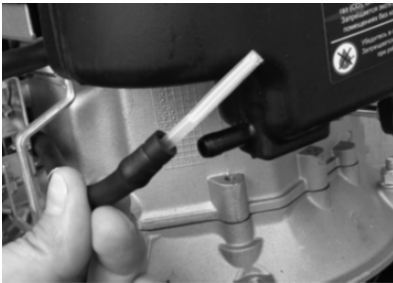

Рис. 17 Обслуживание топливного фильтра
- Извлеките из топливного шланга топливный фильтр (Рис. 17).